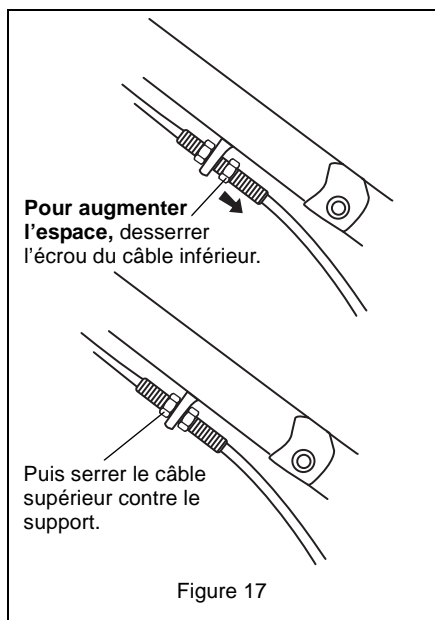

Figure 17
1. Desserrer l'écrou du câble inférieur sur le câble de commande d'entraînement des roues puis serrer l'écrou du câble supérieur contre le support du régleur. Voir Figure 17.